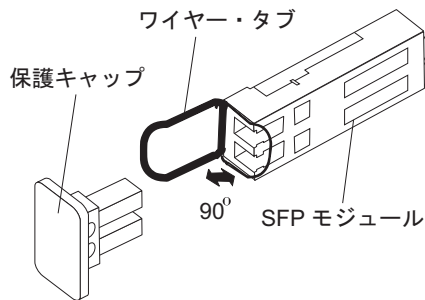

図 17. SFP モジュール・ラッチのアンロック - プラスチック・タブの場合
- ・ プラスチック・タブが入っている SFP モジュールの場合は、40 ページの図 17 に示すように、プラスチック・タブを外側に 10° 引いて SFP モジュールのラッチをアンロックします。